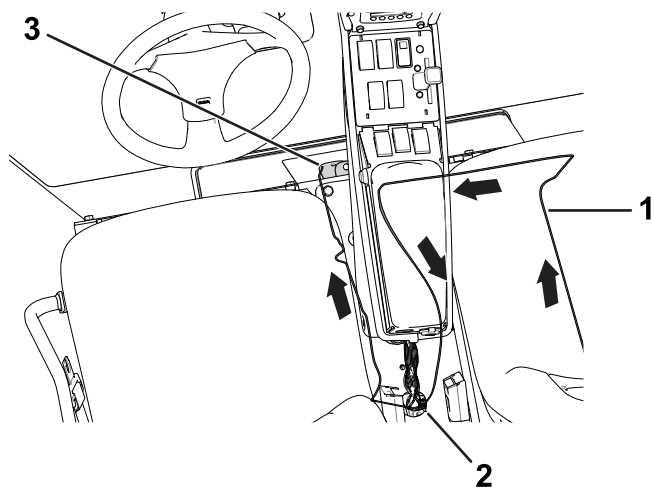
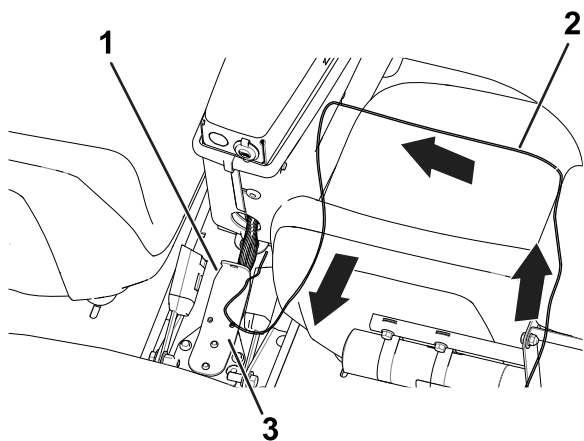

Figura 8
Figura 9
Ghidai tubul de-a lungul cablajului existent prin deschiderea consolei (Figura 9).
Ghidai tubul de-a lungul cablajului existent prin deschiderea consolei i în partea frontală a bazei scaunului (Figura 8).
4. Fixai tuburile la cablajul existent cu legături de cablu (Figura 9 sau Figura 8).